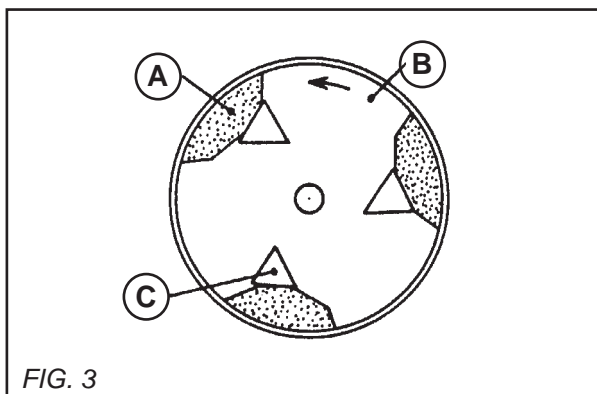

FIG. 3
- Placera magnesiumblocket (A) på plattan (B) så att blockets vinklade del hamnar mellan kilen (C) och plattans kant. För in blocket genom att trycka på det samtidigt som du följer med med kilen så att blocket hålls fast med så mycket stödyta som möjligt (se FIG. 3).